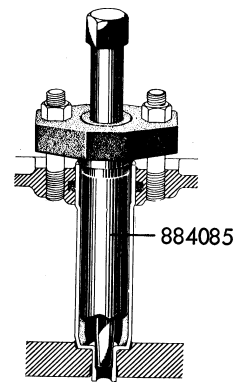

Fig. 8. Dikning av spridarhylsa,
3. Olja in uppdomningsverktyget nr 884085 (se fig. 8) och skjut ned verktyget i hylsan